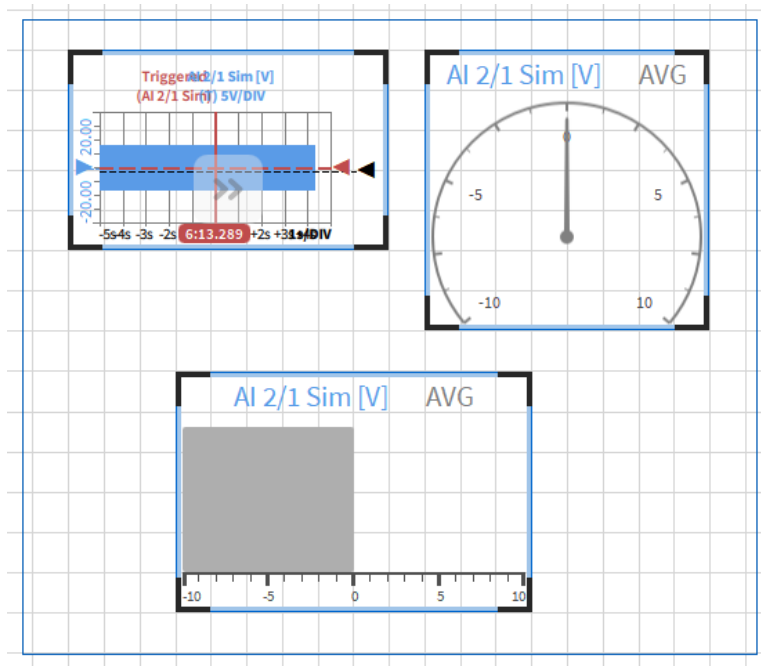

Abb. 8.3: Auswahl mehrerer Instrumente im *Design* Modus
- Mehrere Instrumente können ausgewählt werden durch Ziehen eines Rechtecks über die gewünschten Instrumente, wie es vom Windows Explorer oder ähnlichem bereits bekannt ist (siehe Abb. 8.3), oder durch Drücken von **Strg+SHIFT** und Auswählen der Instrumente. Alle Instrumente können durch Drücken von **Strg+A** ausgewählt werden.